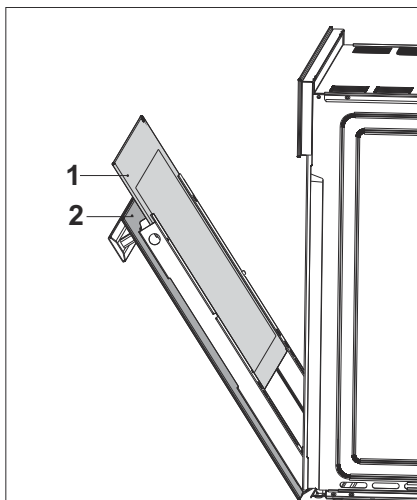

Fig. 19
- Retire el vidrio interno del aparato para limpiarlo (Fig. 19).